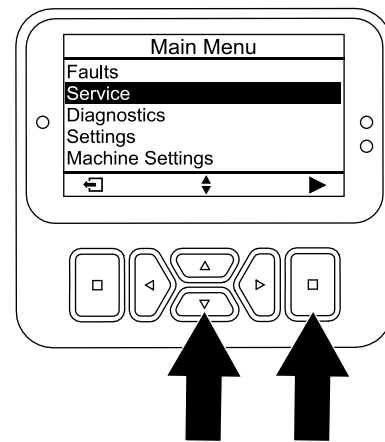

Figura 119
3. Pulse el botón abajo hasta que se seleccione la opción SERVICE (Mantenimiento) y pulse el botón de selección (Figura 119).